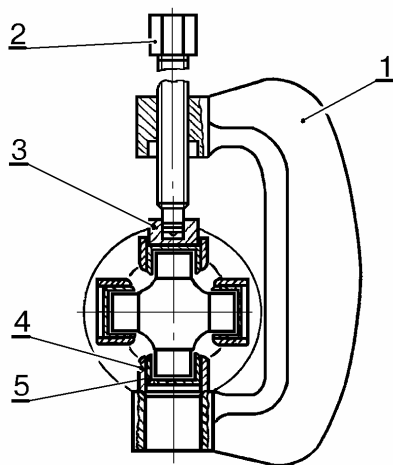

Рис.10. Выпрессовка подшипников крестовины 2101-2202025-01:
- установить струбцину 1, рис.10, со стаканом 3, как показано на рисунке, и вращением винта 2 выпрессовать подшипник 5 крестовины из вилки 4 карданного шарнира;